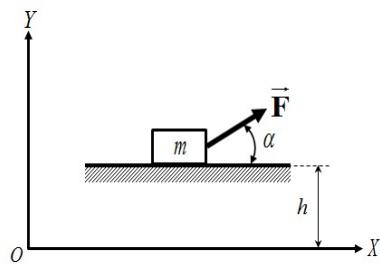

Рис. 1
1. Створіть в програмі Mathcad математичну модель руху твердого тіла по нерухомій горизонтальній опорній поверхні під дією постійної сили (рис. 1). Розмірами твердого тіла можна нехтувати. Рух твердого тіла розглядати як рух матеріальної точки масою m , що відбувається в площині OXY . Дано: параметр $h=1$ м; маса тіла $m=5$ кг; модуль сили $F=100$ Н; кут $\alpha=15^\circ$; початкове положення центру мас тіла $x_0=1$ м; початкова швидкість тіла $x_0=0$ м/с; коефіцієнт тертя $f=0,2$; час спостереження за рухом $T_h=2$ с.
3. Створіть модель руху плоского механізму, кінематична схема якого показана на рис. 1, в SolidWorks Motion. Час спостереження за рухом механізму = 5 с.